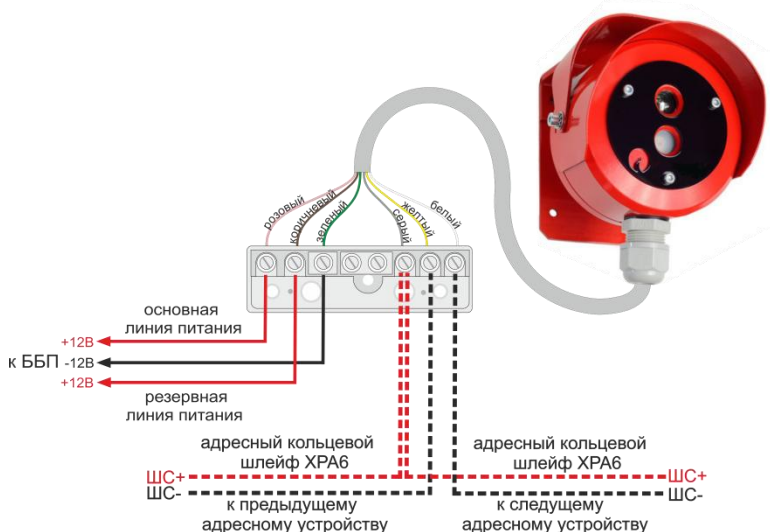

Рис.3 Схема внешних подключений извещателя
- 5) с помощью «Программатора ХРА6» запрограммировать адрес извещателя. Для этого необходимо соединить клеммы «ШС+» и «ШС-» (см. рисунок 3) извещателя и программатора при помощи двух проводников.
- 8) подключить внешние соединительные линии в соответствии со схемой подключения (см. рисунок 3)